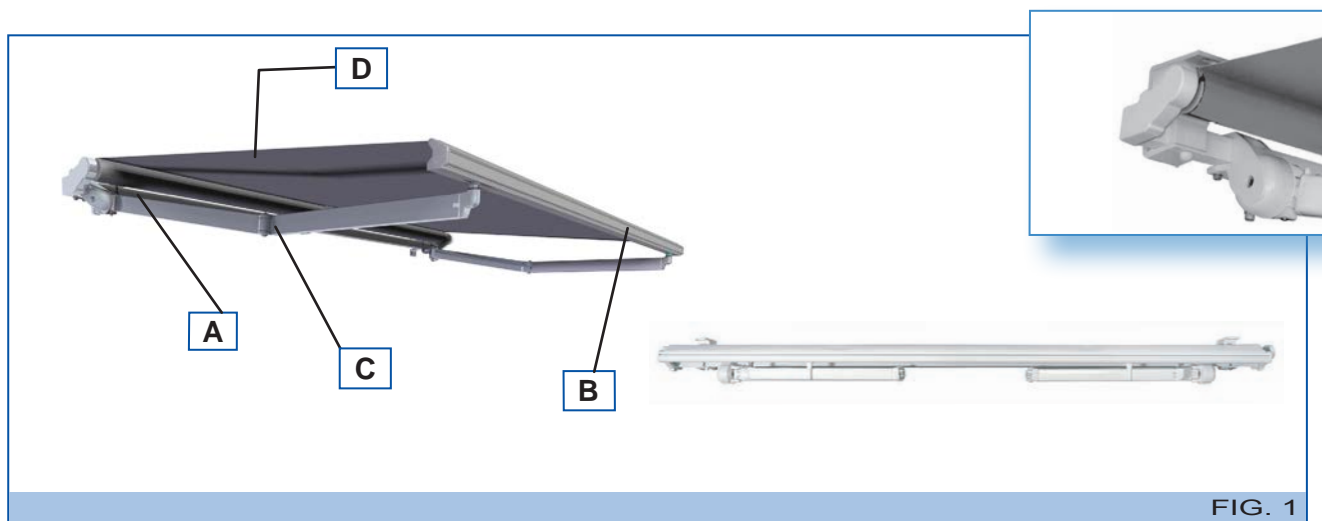

FIG. 1
- **Struttura metallica:** costituisce il telaio portante contenente, all'interno, i vari meccanismi atti al movimento di apertura e chiusura della tenda. Si compone di una barra quadra (A - Fig. 1), un profilo terminale (B - Fig. 1), dei bracci estensibili meccanizzati (C - Fig. 1) dotati di cavetti inguainati o di catena in acciaio inox ed un tubo avvolgitore.
- **Telo (D - Fig. 1):** svolge la funzione di copertura e protezione propria della tenda.
L'apertura e la chiusura della tenda viene eseguita grazie all'ausilio dell'asta manovra (A - Fig. 1) e di un arganello (B - Fig. 1).